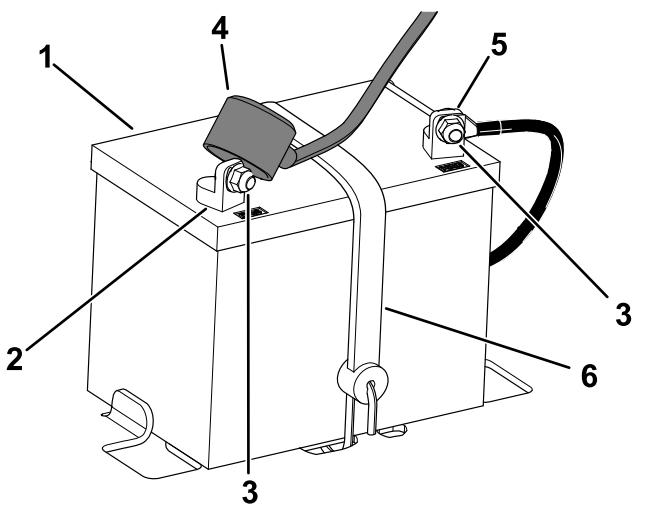

Figura 41
- Desconecte el cable negativo de tierra (negro) del borne de la batería (Figura 41).
- Desconecte el cable positivo (rojo) del borne de la batería (Figura 41).
- Retire el perno de sujeción de la batería (Figura 41) y levante la batería de la bandeja.
1. Coloque la batería en la bandeja (Figura 41).
5. Fije la batería con la correa de sujeción (Figura 41).